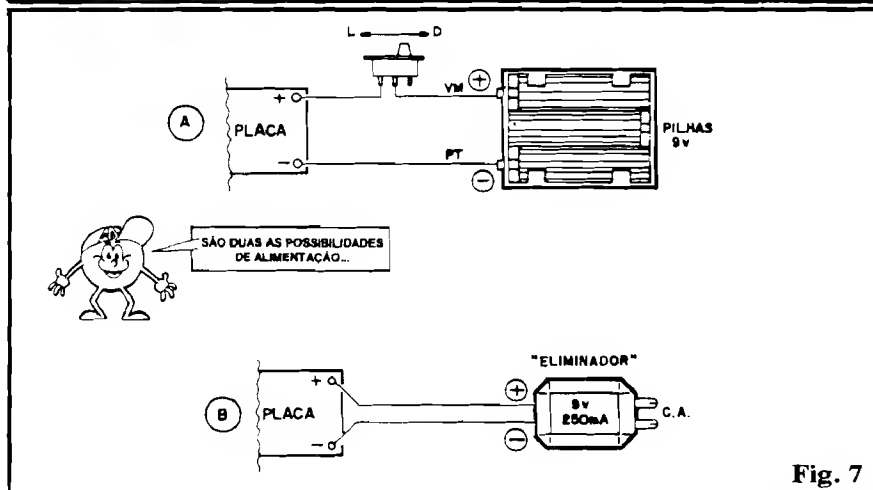

Fig. 7
- **FIG. 7** - Como alimentar a B.O.S. de energia... Em 7-A vemos o modo mais simples, a partir de 6 pilhas (pequenas ou médias) no respectivo suporte, intercalando-se eventualmente uma pequena chave “Liga-Desliga” (pode ser uma H-H mini ou **standart**...) no fio do **positivo**. Em 7-B temos a segunda opção, a partir de um “eliminador” de pilhas (êta nominho impróprio...!) capaz de oferecer 9 volts CC sob corrente de 250mA (ou mais), e dotado dos respectivos pinos para ligação a uma tomada de CA local (110 ou 220V, dependendo do conversor ou do seu chaveamento - observem isso...).